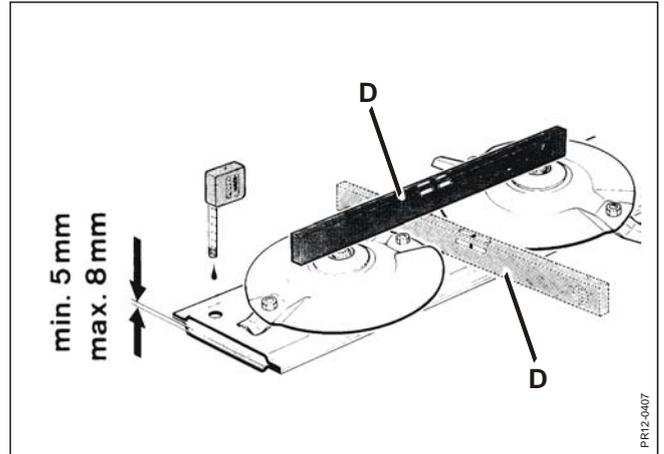

Fig. 4-2
**Fig. 4-2** Pour contrôler le niveau d'huile, placer la barre de coupe horizontalement à l'aide d'un niveau à bulle **D**, ou de deux, l'un dans le sens longitudinal et l'autre transversal. Pour faciliter le contrôle journalier du niveau d'huile, nous vous recommandons de disposer d'une "plateforme permanente de mesure" sur laquelle vous placerez la barre de coupe lors du contrôle de niveau d'huile. Cela signifie que le contrôle de l'horizontalité de la barre de coupe avec un niveau comme montré Fig. 4-4 n'a pas besoin d'être répété à chaque fois que l'on vérifie le niveau d'huile